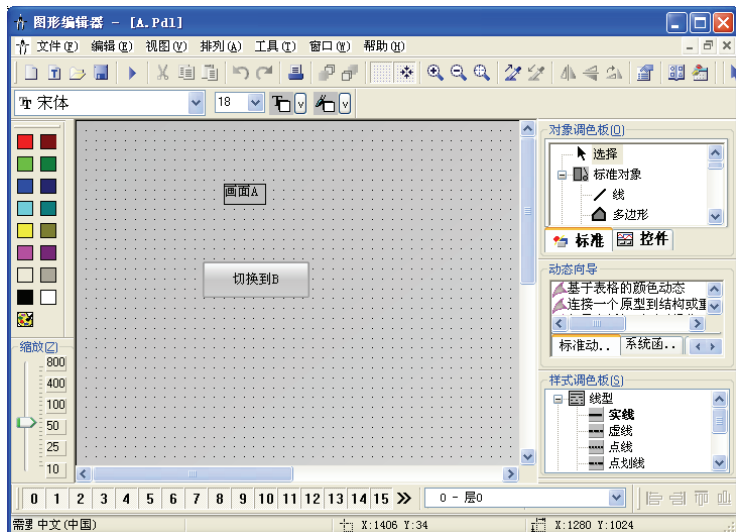

图 5-16 画面 A
2) 在管理器界面中，双击 A.Pdl，打开画面 A，如图 5-16 所示，拖入按钮，并选中此按钮，单击鼠标右键，单击快捷菜单中的“组态对话框”选项，弹出“按钮组